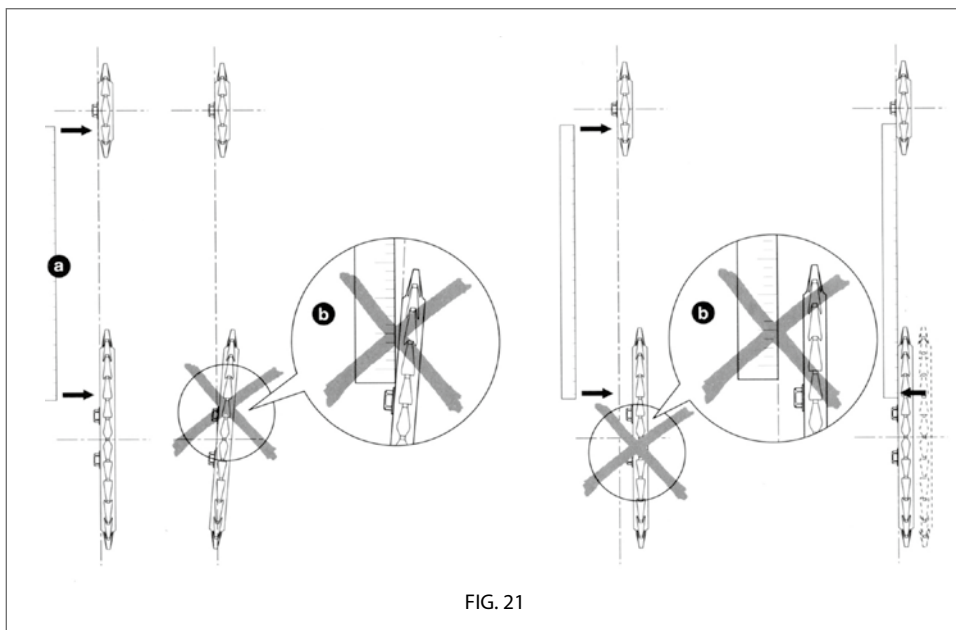

FIG. 21
2. Verificare che non si evidenzino scostamenti rispetto al fianco esterno del pignone (max 1mm/0,04" - fig. 21);
2. *Check that the gap between the bar and the front sprocket is lower 1mm/0,04" (fig. 21);*